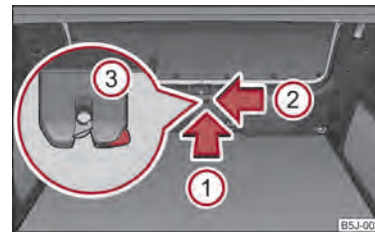

Abb. 16 Notentriegelung der Gepäckraumklappe
- Führen sie in die Öffnung in der Verkleidung in Pfeilrichtung ① ⇒ Abb. 16 einen Schraubenzieher oder ein ähnliches Werkzeug bis zum Anschlag ein.
- Entsichern Sie das Schloss ③ unter der Verkleidung in Pfeilrichtung ②. ▶